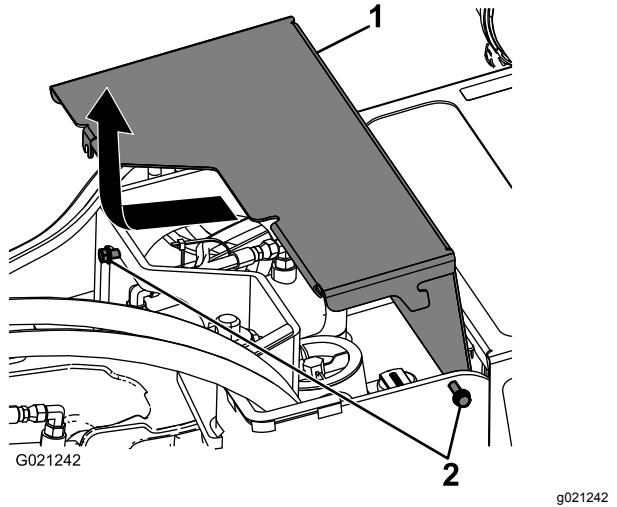

Bild 24
- 4. Schieben Sie die Abdeckung etwas nach vorne und ziehen sie hoch, um sie zu entfernen (Bild 24).
- 5. Schieben Sie zum Anbringen der vorderen Abdeckung die vordere Abdeckung in die richtige Stellung und ziehen Sie die zwei Schrauben an, die Sie vorher gelöst haben (Bild 24).
3. Lösen Sie die zwei Schrauben, mit denen die vordere Abdeckung an der Maschine befestigt ist (Bild 24).